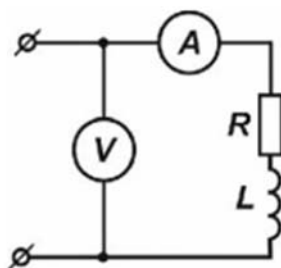

Рис. 2. Схема для определения параметров катушки
**Задание 2.** Для определения параметров катушки ( $R$  и  $L$ ) собрана схема, показанная на рис. 2. Проведены измерения напряжения  $U$  на катушке и силы тока  $I$ , протекающего по ее обмотке: